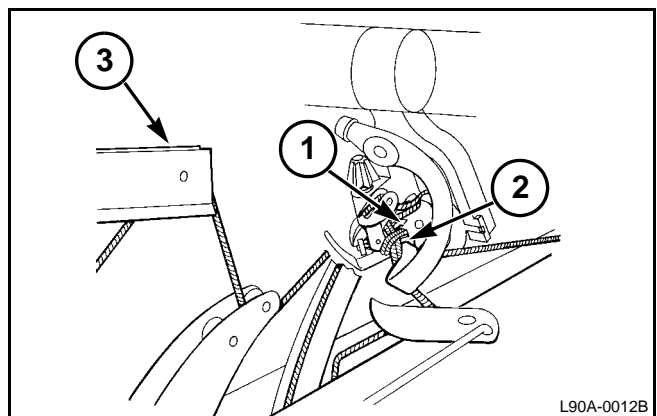

FIG. 11
FIG. 11: La podadora continúa girando alrededor de 180 grados mientras que la lengüeta de la podadora (1) se eleva para recibir los extremos del cordel. La aguja comienza la carrera hacia abajo, introduciendo los dos cordeles en la siguiente ranura del disco donde los cordeles se mantendrán para el segundo nudo. El disco del cordel termina de girar y el cordel queda en posición para que la cuchilla (2) lo corte. A medida que la aguja se mueve hacia abajo pasando el disco, el brazo de tensión superior (3) se mueve hacia arriba. El brazo de tensión superior mantiene la tensión del cordel para que el cordel quede en posición para formar el segundo nudo.